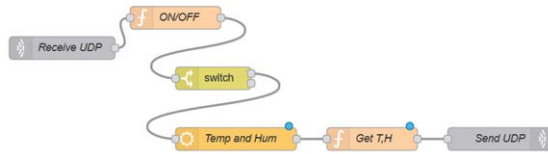

Figure 9.11 Programme de flux du projet
Programme de flux Node-RED : La figure 9.11 montre le programme de flux qui se compose de 6 nœuds : a **udp dans** nœud pour recevoir des paquets UDP du téléphone mobile, un **fonction** nœud qui vérifie quand commande **météo** est reçu, un **commutateur** nœud qui active **ouvrir- carte météorologique** node pour obtenir le bulletin météo local, un **fonction** node permettant d'extraire les données locales sur la température et l'humidité à partir du bulletin météo, et **udp out** nœud pour envoyer les données de température et d'humidité au téléphone mobile.
- Rejoindre tous les nœuds comme indiqué sur la figure 9.11 et cliquer **Déployer**